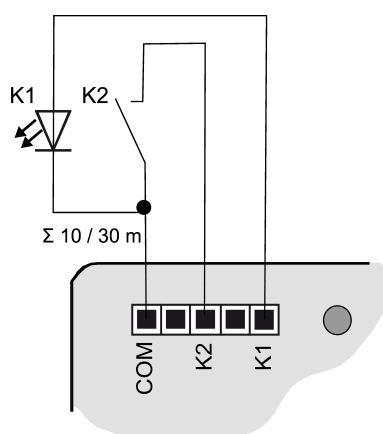
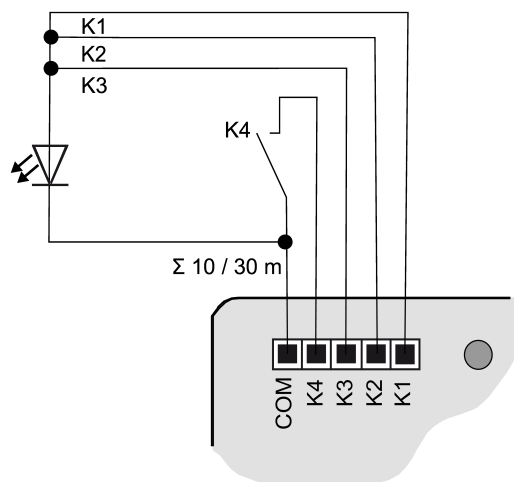

Figura 3: Esempio di collegamento interfaccia tastiera doppia
Figura 6: Esempio di collegamento con uscite collegate in parallelo
- Collegare tasti, interruttori, contatti, LED o NTC in base agli esempi di collegamento con i cavi di collegamento in dotazione (4) (Vedi figura 3) fino a (Vedi figura 6). Gli esempi di collegamento mostrano l'utilizzo con ingressi e uscite.
i Per aumentare la corrente di uscita, le uscite possono essere collegate in parallelo con la stessa parametrizzazione, nell'esempio (Vedi figura 6) K1-K3 sono qui collegate in parallelo.